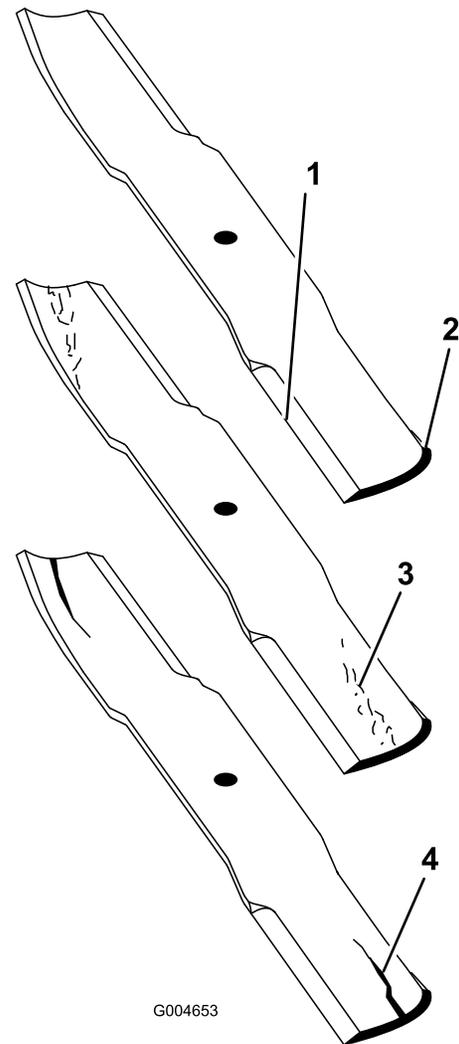

Figura 125
2. Examine cuidadosamente los extremos de corte de la cuchilla, sobre todo en el punto de reunión entre la parte plana y la parte curva de la cuchilla (Figura 125).
**Nota:** Puesto que la arena y los materiales abrasivos pueden desgastar el metal que conecta las partes curva y plana de la cuchilla, compruebe la cuchilla antes de utilizar la máquina. Si se aprecia desgaste, (Figura 125), cambie la cuchilla.